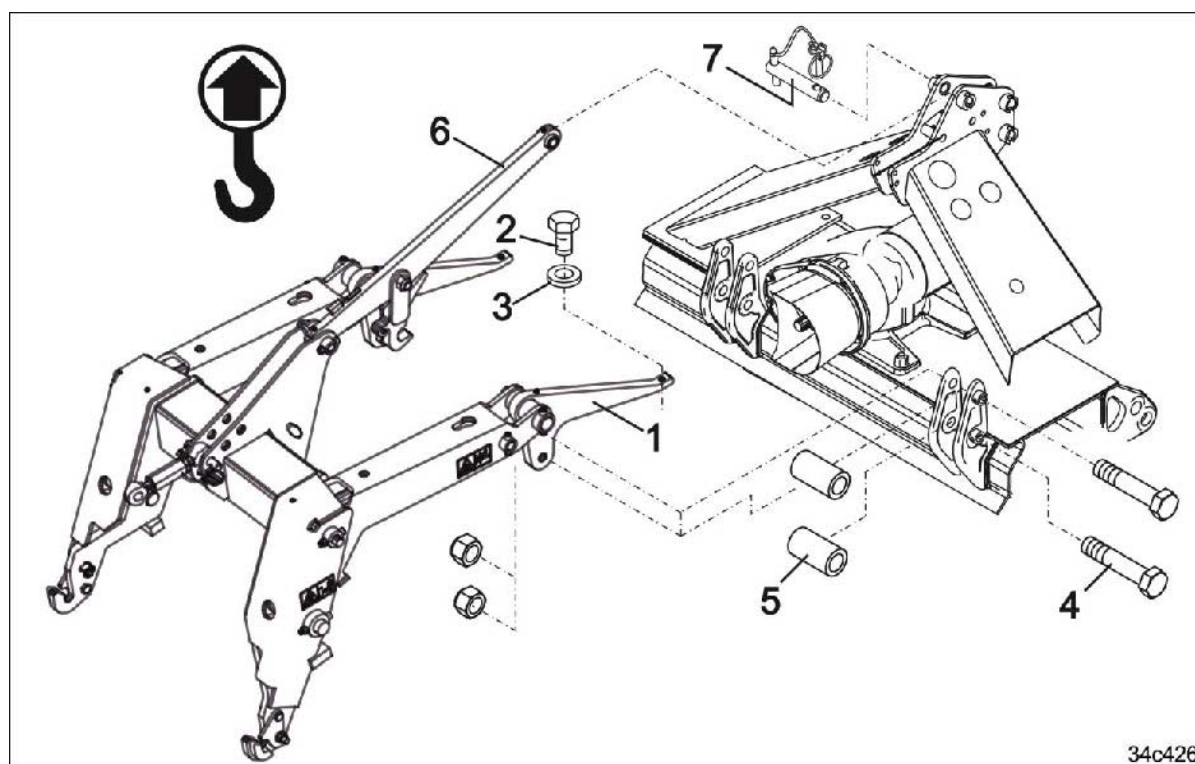

Fig. 82
5. Skru bøylen (Fig. 82/1) på jordbearbeidingsmaskinen ved hjelp av
- o to maskinskruer (Fig. 82/2) med skiver (Fig. 82/3)
- o 4 skruer (Fig. 82/4) med 4 avstandshylser (Fig. 82/5).
6. Fest den øvre koplingen (Fig. 82/6) med en bolt (Fig. 82/7) og sikre den med en låsesplint.